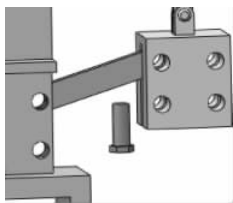

图 3-110 插入螺栓零件
(5) 继续添加连杆的配件,选择零件【螺栓】并在图形区域中的合适位置单击插入,然后使用【装配体】工具栏中的  【移动零部件】移动螺栓到合适的位置,如图 3-110 所示。
(6) 单击【装配体】工具栏中的【配合】按钮 ,弹出【配合】的属性设置。在【标准配合】选项组下选择【同轴心】配合类型 ,在【配合选择】选项组下的选择框中选择连杆螺纹孔和螺栓圆柱面,